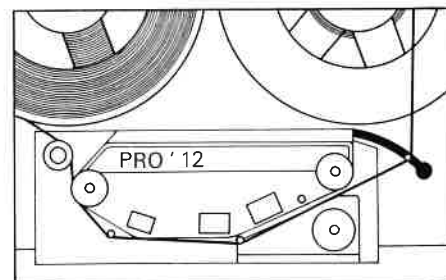

Fig. 8
- Wikkel ca. 30 cm band van de linkse spoel en leg hem in volgens fig. 8.